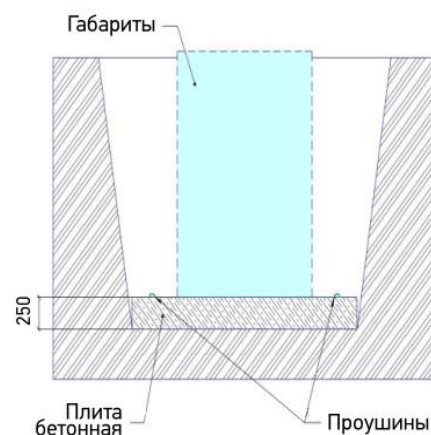

рис.4
5. Монтаж станции с пригрузом. При высоком уровне грунтовых вод, требуется осуществить пригруз станции, во избежание его всплытия в процессе эксплуатации. – Для этого рекомендуется устанавливать станцию на железобетонную плиту. (рис.4) Пригрузочная плита дополнительно служит для равномерного распределения нагрузок. Толщина плиты составляет не менее 25 см, габаритные размеры на 500 мм больше размера изделия. В котловане по его периметру и на всю глубину устанавливается опалубка, в которой заливается усиленная стальной арматурой бетонная плита. Толщина плиты рассчитывается из расчета габаритных размеров изделия и удельного веса бетона (для справки 1 м. куб. бетона 2500 кг). Станция крепится анкерными болтами (рис.5) или капроновым канатом (стропом) (рис.6) через специально подготовленные проушины, к железобетонной плите.